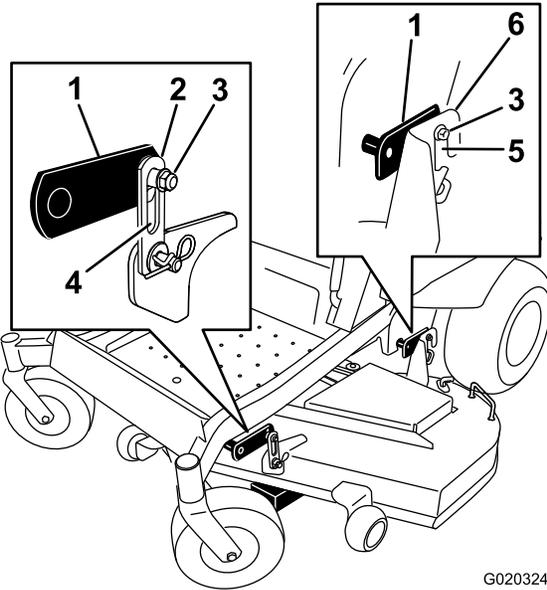
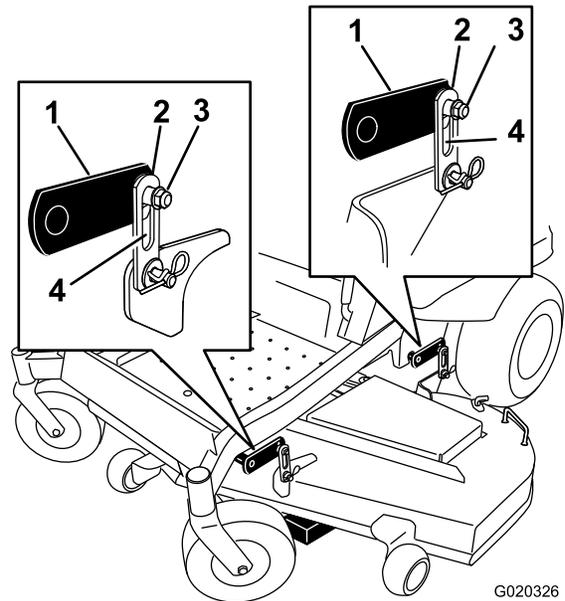

Figure 66
Figure 67
5. Desserrez les écrous de verrouillage du réglage de niveau (repère 3) aux quatre coins de sorte que le tablier repose bien sur les quatre cales (Figure 66 et Figure 67).
6. Vérifiez que les pattes de fixation du tablier sont complètement descendues (en haut de la fente) et que le levier de relevage au pied est en appui contre la butée. Serrez ensuite les quatre écrous de verrouillage du réglage de niveau (Figure 66 et Figure 67).
7. Serrez les quatre écrous de verrouillage du réglage de niveau (Figure 66 et Figure 67).